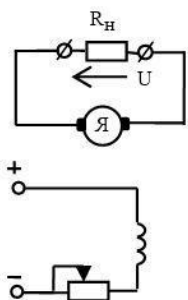

Рис. 1
На рисунках изображены электрические схемы генераторов независимого (рис. 1) и параллельного (рис. 2) возбуждения, внешняя характеристика генератора независимого возбуждения (3).